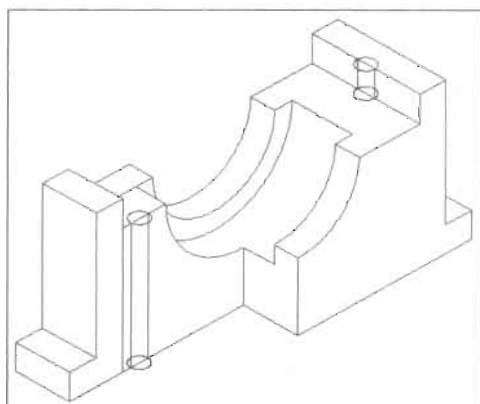

图 11-98
(2) 单击“修改”工具栏中的“复制”按钮, 复制上一步绘制的等轴测圆 (复制时可作些辅助直线以帮助完成命令), 如图 11-98 所示。